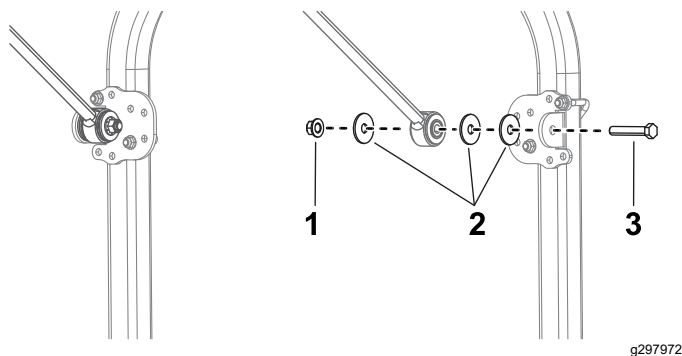

Рисунок 13
13. С каждой стороны машины прикрепите, не затягивая, кронштейн подпорки к каждой подпорке с помощью болта ($\frac{1}{2} \times 2\frac{3}{4}$ дюйма), 3 больших шайб и фланцевой гайки ($\frac{1}{2}$ дюйма), как показано на Рисунок 13